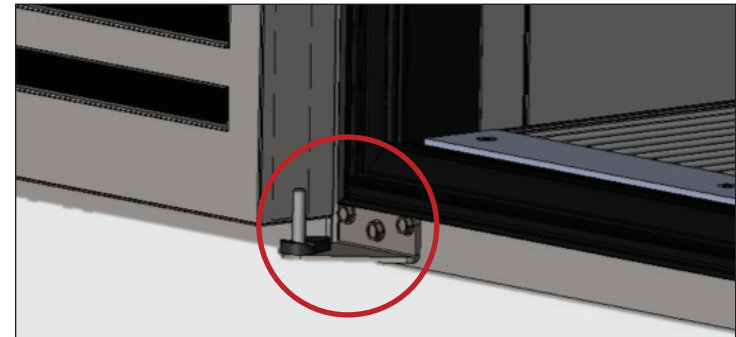

Abb. 3. Tür aus dem unteren Scharnier heben
3. Die untere Scharniereinheit vom Gerät entfernen. Siehe Abb. 3.